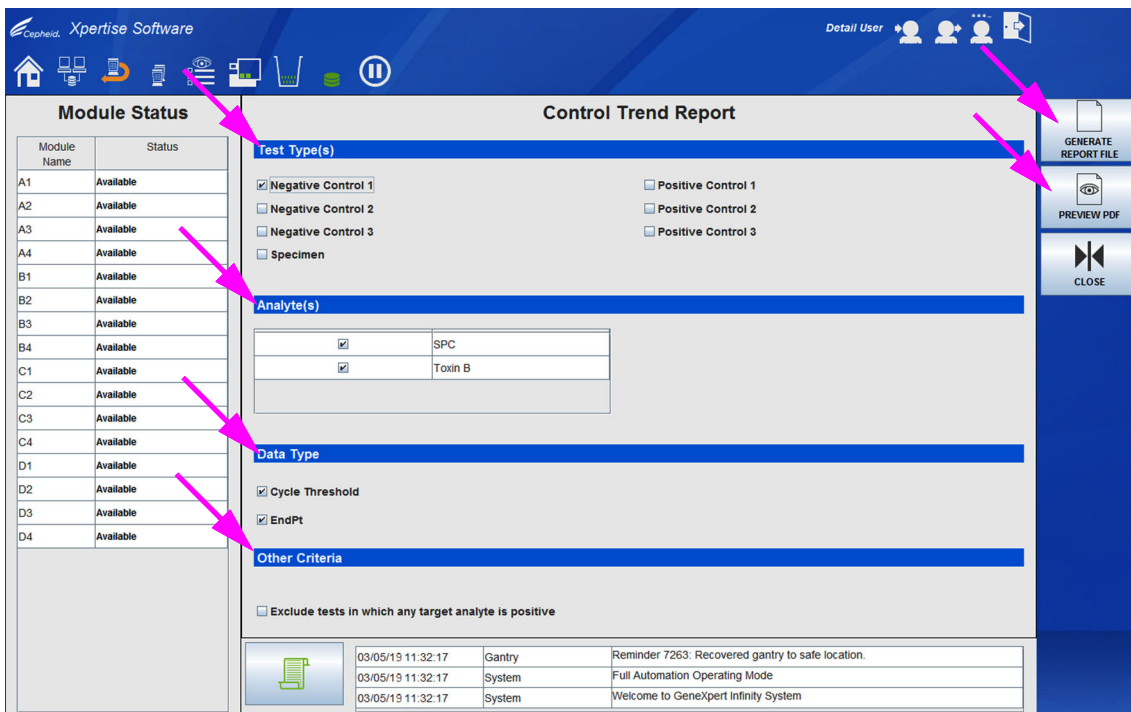
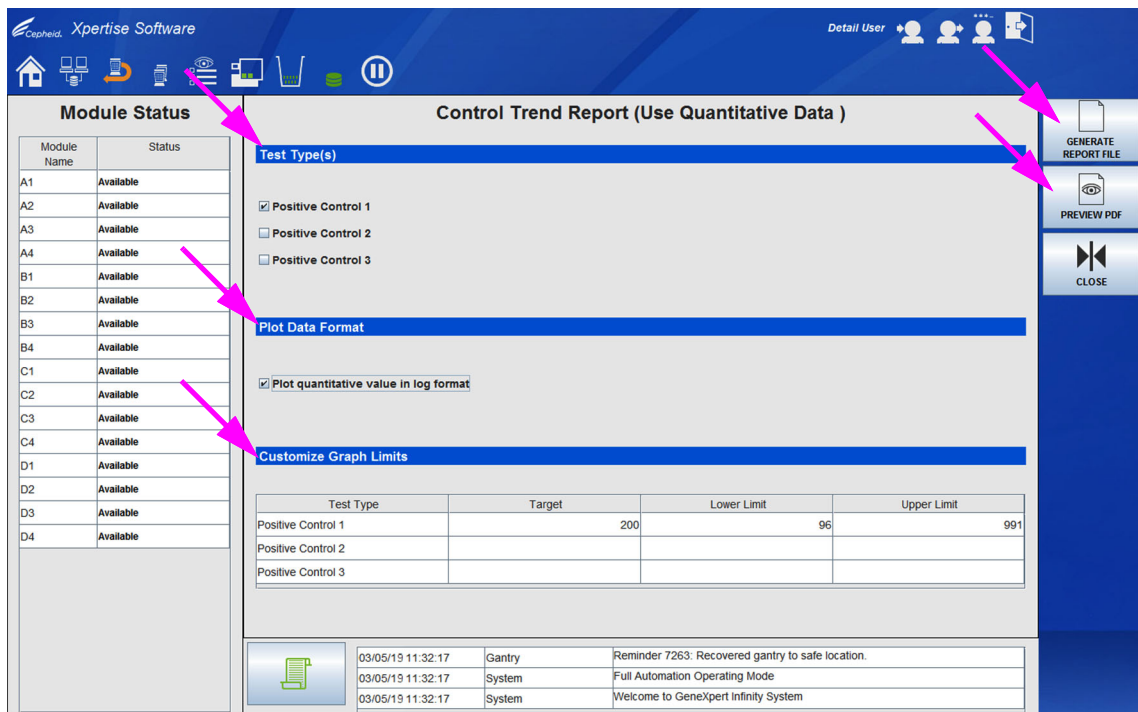
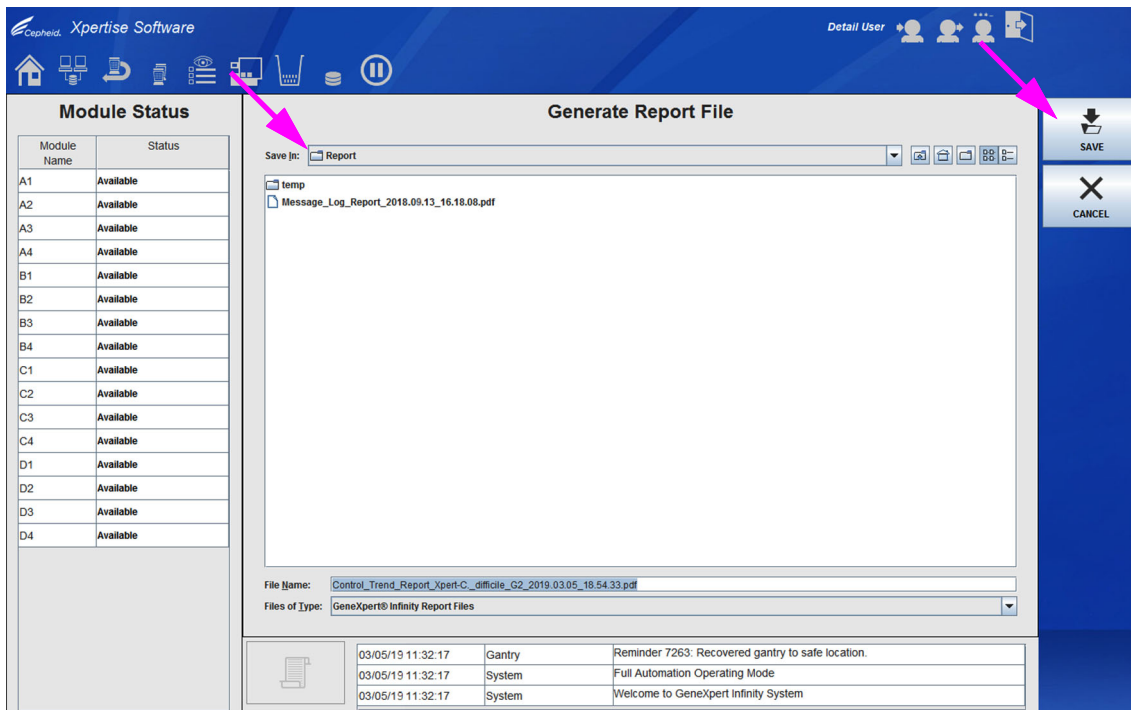

図 6-4. コントロールトレンドレポートワークスペース、定性オプション用
図 6-6. コントロールトレンドレポートワークスペース、定量オプション用
図 6-7. レポートファイルの作成ワークスペース
7. **続行 (CONTINUE)** ボタンを押して、次のコントロールのトレンド (Control Trend) ワークスペースに進み、定性および定量アッセイの追加基準を選択します。定性アッセイのトレンドについては 図 6-4 を、定量アッセイのトレンドについては 図 6-6 を参照してください。
- 定性アッセイのオプション (図 6-4 を参照)：
- 定量アッセイオプション (図 6-6 を参照)：
- レポートファイルの作成 (GENERATE REPORT FILE)** – PDF ファイルを作成し、指定の場所に保存します（定性アッセイのトレンドについては図 6-4 を、定量アッセイのトレンドについては図 6-6 を参照してください）。「レポートファイルの作成 (Generate Report File)」ダイアログボックス（図 6-7 を参照）を使用すると、ファイルを指定の場所に保存できます。
- PDF のプレビュー (PREVIEW PDF)** – PDF ファイルを作成し、Adobe Reader ウィンドウでファイルを表示します。コントロールのトレンド (Control Trend Report) ワークスペースの、**PDF のプレビュー (PREVIEW PDF)** ボタンを選択して（定性アッセイのトレンドについては図 6-4 を、定量アッセイのトレンドについては図 6-6 を参照してください）、レポートの PDF ファイルを作成します。Adobe Reader ソフトウェアからの PDF ファイルを保存および印刷することができます。コントロールトレンドレポートの pdf ファイルは、GeneXpert レポートフォルダに保存するか、別の装置に保存することができます。